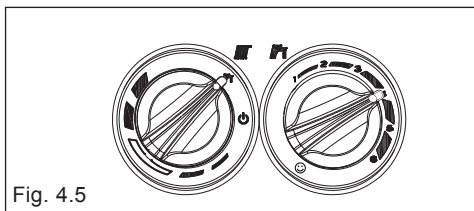

Fig. 4.5
**Estate:** ruotando il selettore sul simbolo estate “**☀**” (fig. 4.5) si attiva la funzione tradizionale di solo acqua calda sanitaria.